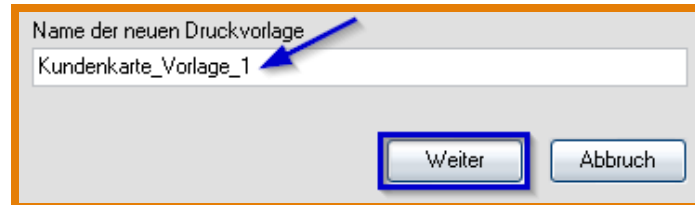

Abbildung 11.9: Kundenkartendrucker Vorlage anlegen
- Benennen Sie die Druckvorlage und bestätigen Sie mit **Weiter** (Abbildung 11.9)